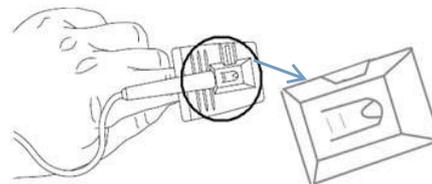

Figura 2 Sensore a Dito in Gomma
3. Per il sensore SpO₂ con clip a dito in gomma per adulti, inserire un dito (l'indice è preferibile, ma si può utilizzare anche il medio o l'anulare, a condizione che le unghie siano della lunghezza appropriata) nel sensore secondo il simbolo sulla parte superiore del sensore, come mostrato nella Figura 2. Si prega di notare che il dito deve essere inserito abbastanza in profondità da far sì che la luce emessa dal sensore ottico (da un lato del sensore di tipo Y) si trasmetta attraverso l'osso del dito per la diffusione della luce prima di raggiungere la parte ricevente del sensore di tipo Y.
4. Il sensore SpO₂ Universale di Tipo Y con fascia in gomma può essere avvolto attorno un dito o alla pianta del piede (specialmente in caso di neonati). Nel sensore mostrato nella Figura 2, la fascia di gomma può essere rimossa dal sensore di Tipo Y per la pulizia, il sistema di fissaggio della fascia può essere regolato per allineare il sensore e garantire una corretta aderenza. Posizionare il sensore di Tipo Y nella posizione corretta all'interno della fascia aperta per essere avvolta attorno al dito o alla pianta del piede. Quando viene utilizzato su un dito, inserire il dito tra i due lati del sensore di Tipo Y, quindi avvolgere la fascia attorno al sensore come mostrato in Figura 4(A). Quando viene utilizzato sulla pianta del piede, posizionare la pianta all'interno della fascia, quindi avvolgerla attorno al piede e stringerla con la forza adeguata come mostrato in Figura 4(B); si raccomanda vivamente di utilizzare garza autoadesiva per fermare il cavo del sensore in prossimità del sito di misurazione, in modo da evitare movimenti tra il sensore e l'area misurata e garantire una maggior qualità del segnale.